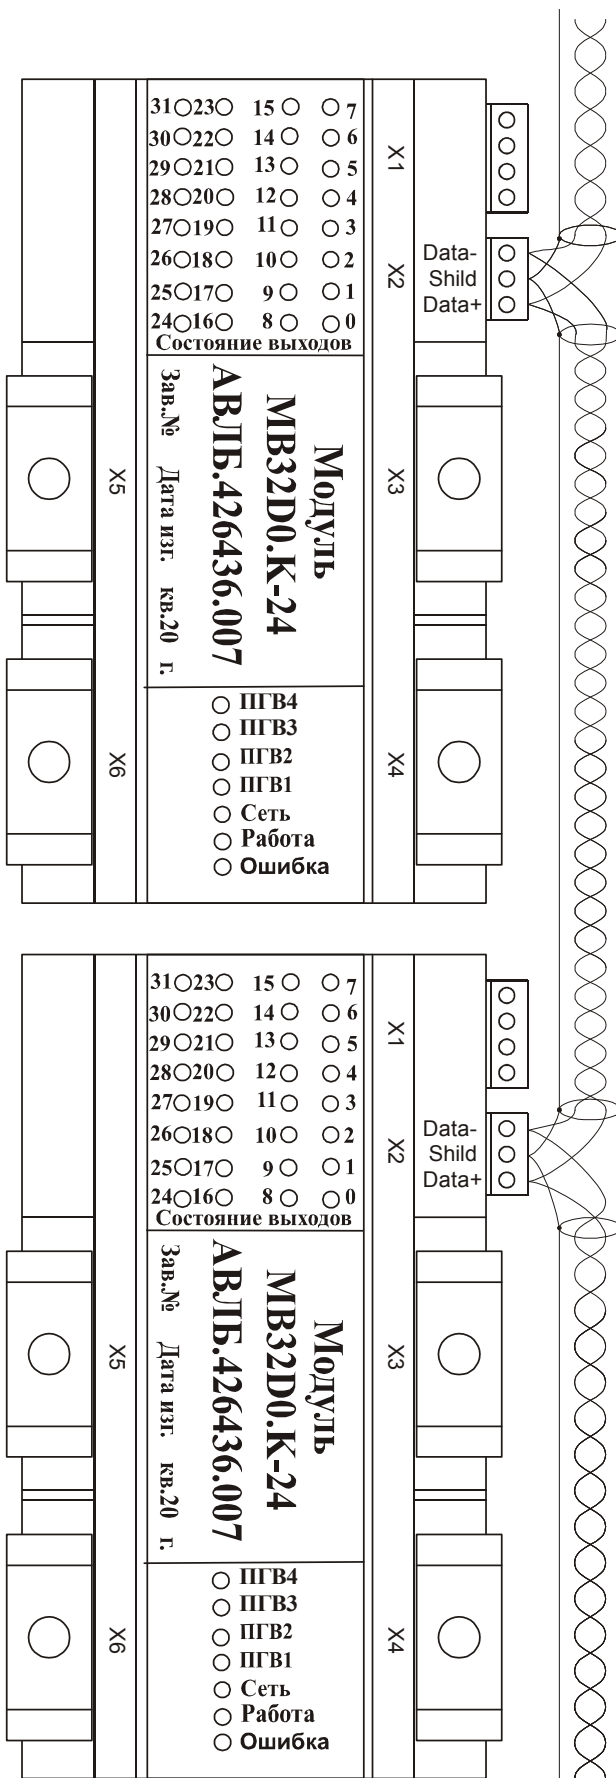

Рисунок 3
2.2.1.4 Для интерфейса RS-485 используется экранированная витая пара. Подключение модуля к интерфейсу желательно производить "в разрыв" линии, без отводов (рисунок 3). При монтаже необходимо соблюдать полярность сигнала, соединяя одноименные контакты разъемов соответствующими проводами витой пары. Экран кабеля подключается к контакту "Shield" разъема X2.